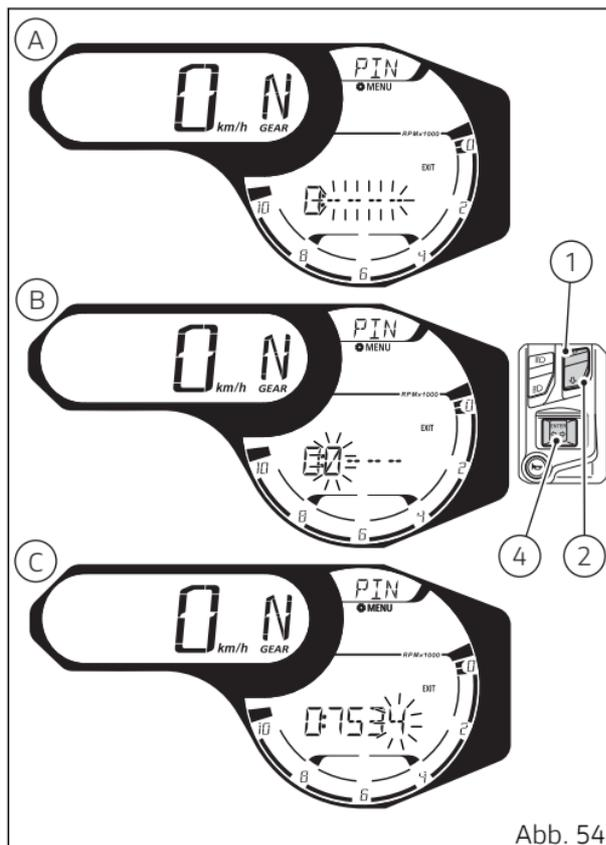

Abb. 54
Wird die Taste (4) zur Bestätigung der vierten und letzten Zahl (C, Abb. 54) gedrückt, wird sich das Cockpit wie folgt verhalten:
- erweist sich der PIN Code als falsch, wird im Cockpit 2 Sekunden lang die Angabe „ERROR“ blinkend angezeigt. Nach Ablauf der 2 Sekunden wird die Angabe „EXIT“ (blinkende Umrandung) markiert, dann kann durch Drücken der Taste (4) die Funktion „PIN CODE ändern“ verlassen werden. Andernfalls kann der alte Code (A, Abb. 54) über die Tasten (1) und (2) gewählt und erneut eingegeben werden; (Abb. 54)